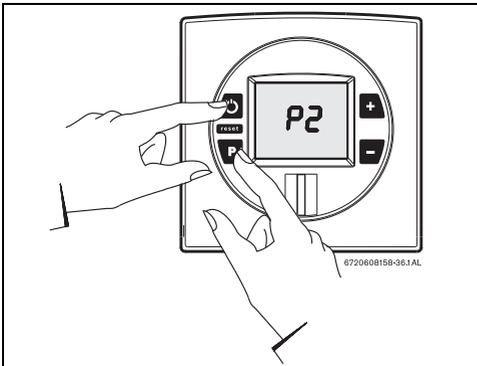

Fig. 43
- ▶ Mantener pulsada la tecla de programas y pulsar el interruptor principal ON/OFF para conectar el aparato (consultar la Fig. 43).